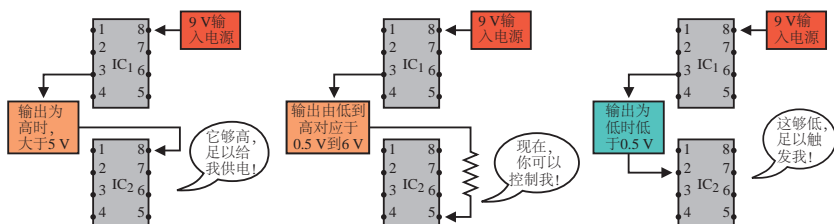

图 4-27 链接 555 定时器的 3 种方式。IC1 的输出可以给第二个定时器供电，也可以用来调节第二个定时器的控制电压，或者激活第二个定时器的触发引脚
- ❑ 也可以用 555 定时器的输出来控制其他类型的芯片或给它们供电。如图 4-27 所示。